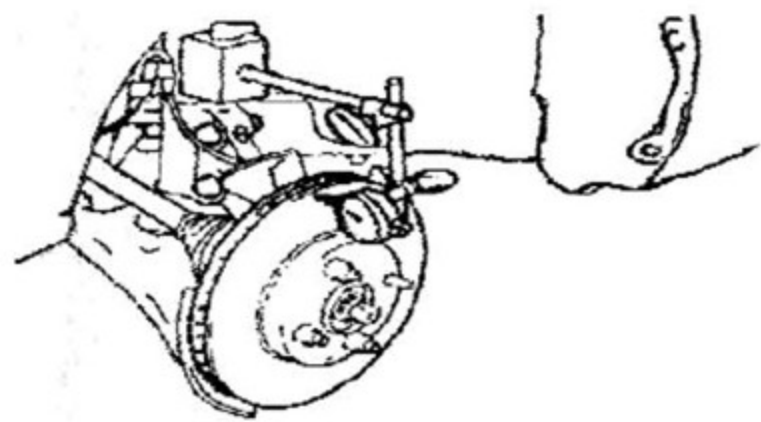

图 3—19
(1) 临时紧固制动盘，拧紧力矩： $103\text{N}\cdot\text{m}$ 。
(2) 用百分表，在距制动盘外缘10mm处测量制动盘的摆动，如图3—19所示。制动盘最大摆动： $0.05\text{mm}$ 。